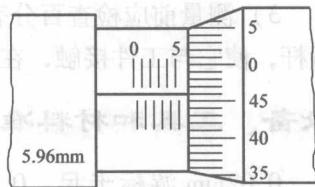

图 1-20 外径千分尺的读数
- 3) 将上述两个读数相加即为测得的实际尺寸，如图 1-20 所示，为 $5.5\text{mm} + 0.46\text{mm} = 5.96\text{mm}$ 。
(5) 使用螺旋量具的注意事项